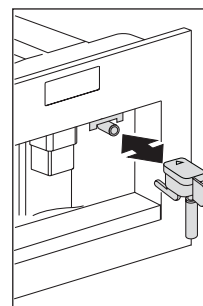

Рис. 13
- ▶ Чтобы снова использовать прибор, установите краник выдачи горячей воды (рис. 13), если он не установлен, и нажмите значок X (B9). На дисплее появилась сообщение HOT WATER PRESS OK (КИПЯТОК. НАЖМИТЕ OK). Нажмите и удерживайте значок X (B9) в течение нескольких секунд, активируйте непрерывную выдачу горячей воды из краника в течение 30 секунд. Когда выдача воды закончится, на дисплее снова появится индикация базовых режимов.